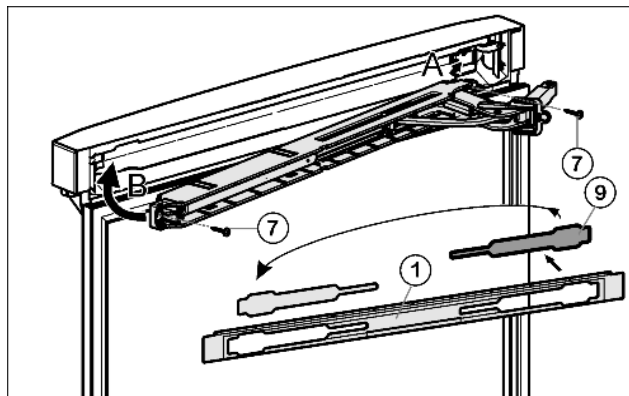

Fig. 19
- ▶ Освободите крышку Fig. 19 (9) из накладки Fig. 19 (1) и снова установите её на другой стороне.
- ▶ Прикрутите узел амортизатора закрывания двери. (2 шт. Torx 25) Fig. 19 (7)